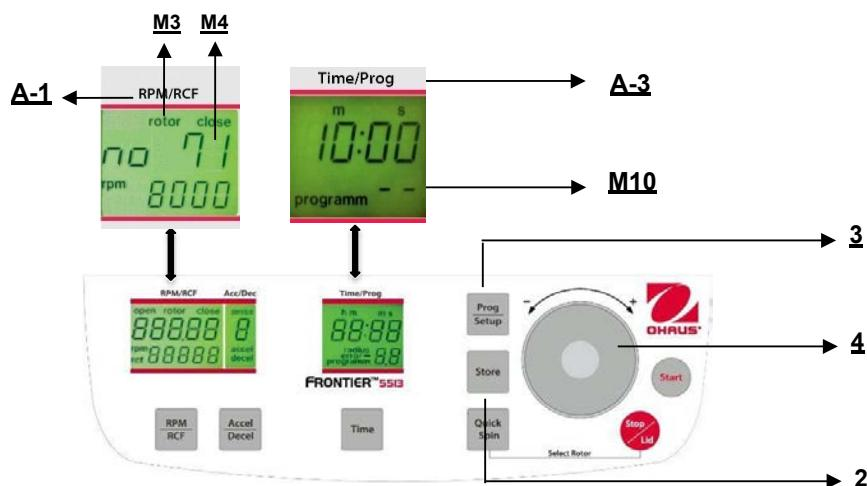

Abbildung. 22
Um gespeicherte Programme aufzurufen, drücken Sie die Taste "Prog/Setup" (3) (siehe Abbildung 22), während der Deckel bereits geschlossen ist. Innerhalb der Anzeige "Time/Prog" (A-3) erscheint "programm -"(M10). Die gewünschte Programmnummer kann vorab mit dem Anpassungs Wähl scheibe (4) ausgewählt werden.
Um den Programmmodus zu verlassen, drücken Sie lediglich die Taste "Prog/Setup" (3) (siehe Abbildung 22). Dann erscheint innerhalb der Anzeige "Time/Prog" das Wort "programm".